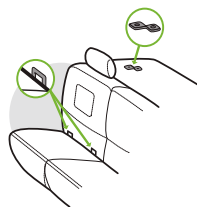

Figura 4
- LATCH son las siglas en inglés de Sujetadores inferiores y correas de sujeción para niños. Dicho término se refiere a los sujetadores integrados en el vehículo que sirven para instalar los sistemas de seguridad infantil y que constan de dos sujetadores inferiores que se encuentran en el pliegue entre el respaldo y el cojín del asiento del vehículo, y de un sujetador de correa superior situado detrás del asiento del vehículo, según se ilustra en la **figura 4**.